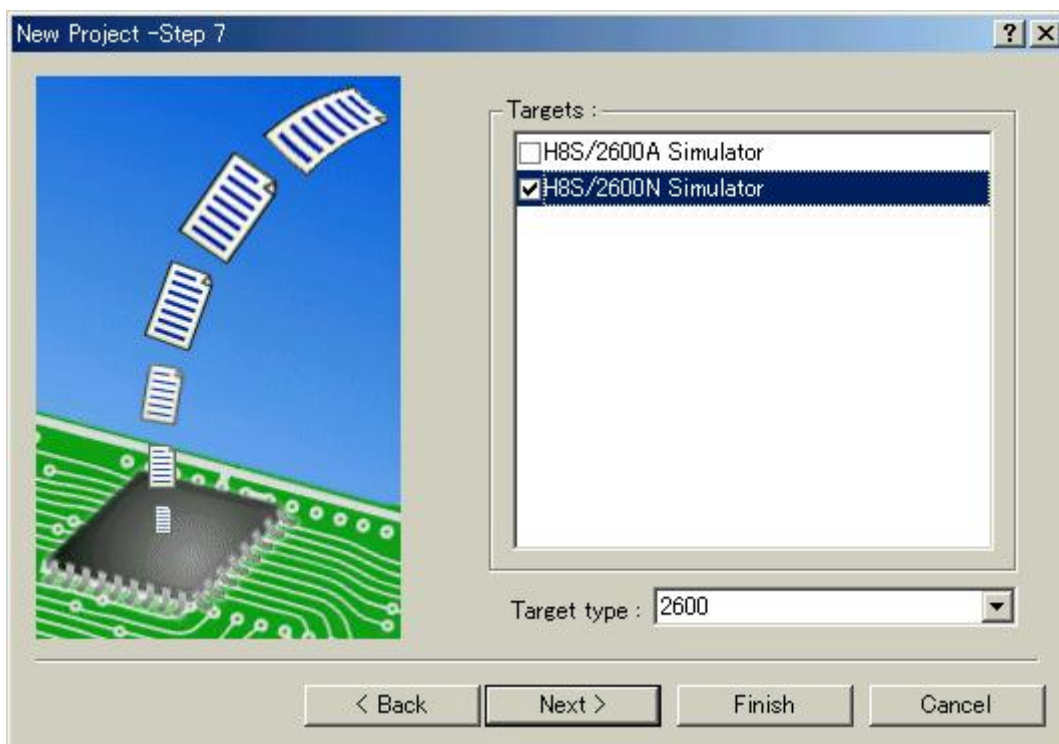

図 2.8 デバッガターゲット設定画面 ( Step7 )
Step6画面で [ Next > ] をクリックすると、図 2.8に示す画面を表示します。この画面で、デバッガターゲットを設定します。[Target:]から使用するデバッガターゲットを選択(チェック)してください。デバッガターゲットは、未選択でも複数選択してもかまいません。